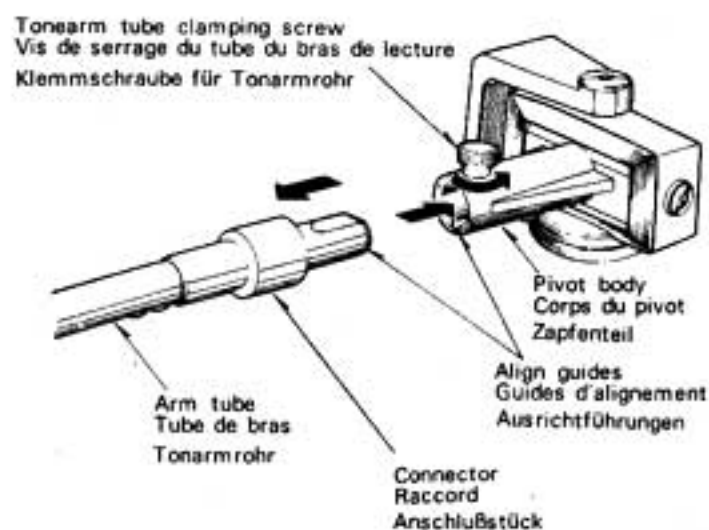

Fig. 3 Abb. 3
(1) Mounting and removing the arm tube
- ① For removing the arm tube, as shown in Fig. 3, loosen the tonearm tube clamping screw in the direction indicated by the arrow one half turn. Pull the tube forwards grasping the connector portion.
- ② To mount the arm tube, align the guide of the connector portion of the tube with the guide slot of the pivot body and insert. Turn the tonearm tube clamping screw in the opposite direction of the arrow and tighten the arm tube securely.
(1) Montage et démontage du tube du bras
- ① Pour démonter le tube du bras, comme l'indique la Fig. 3, desserrez les vis de serrage du tube du bras de lecture dans le sens de la flèche d'un demi-tour et tirez le tube vers vous en tenant la partie du raccord.
- ② Pour monter le tube du bras, alignez le guide de la partie du raccord du tube sur la fente du guide du corps du pivot et insérez-le. Tournez la vis de serrage du tube du bras de lecture dans le sens contraire de la flèche et fixez fermement le tube du bras.
(1) Montage und Demontage des Tonarmrohrs
- ① Zur Demontage des Tonarmrohrs (siehe Abb. 3) lösen Sie die Klemmschraube des Tonarmrohrs in Pfeilrichtung durch eine halbe Umdrehung der Schraube. Dann ziehen Sie das Tonarmrohr in Ihre Körperrichtung aus der Halterung heraus, wobei Sie das Anschlußstück festhalten.
- ② Zur Montage des Tonarmrohrs richten Sie die Führung des Rohranschlußstückes auf die Führungsnut des Zapfenteils aus und setzen das Tonarmrohr ein. Drehen Sie die Klemmschraube des Tonarmrohrs in Pfeilgegenrichtung und befestigen Sie das Tonarmrohr sorgfältig.